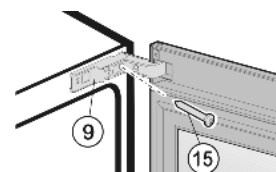

Fig. 9
- ▶ Dévisser la charnière Fig. 9 (9) supérieure: retirer la vis Fig. 9 (15).